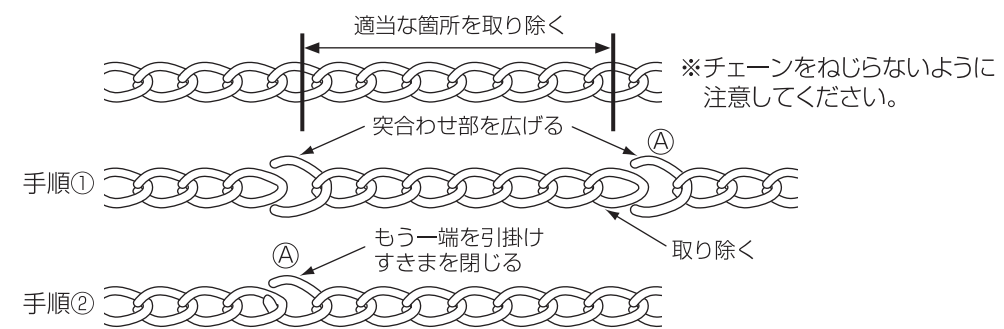

図6
- ユニットの据付け高さに合わせて必要に応じチェーンの長さを調節してください。(図6)